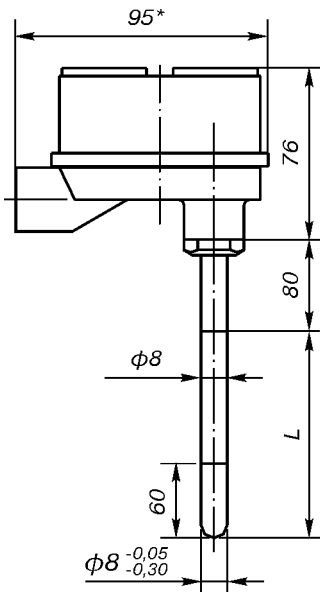

Рис. 1.
- 40...1000°C - для ТХА Метран-251 (рис.1, 2, 8).
ост.см.рис.1
ост. см. рис. 1.